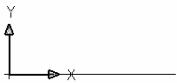

图 9-25
(1)新建图层。单击【格式】/【图层】选项，弹出“图层特性管理器”对话框。建立“轮廓线”图层，并设此层为当前层。如图 9-25 所示：